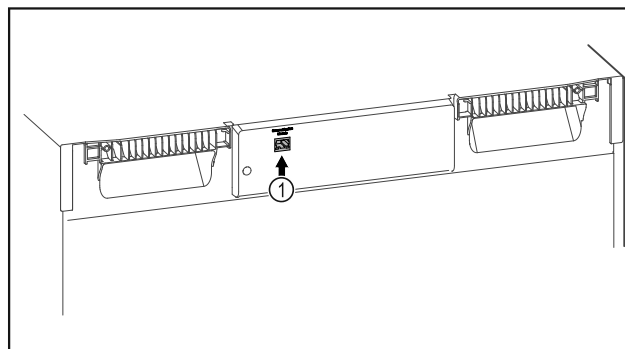

Fig. 133
- ☐ Je používán SmartModule Fig. 133 (1).